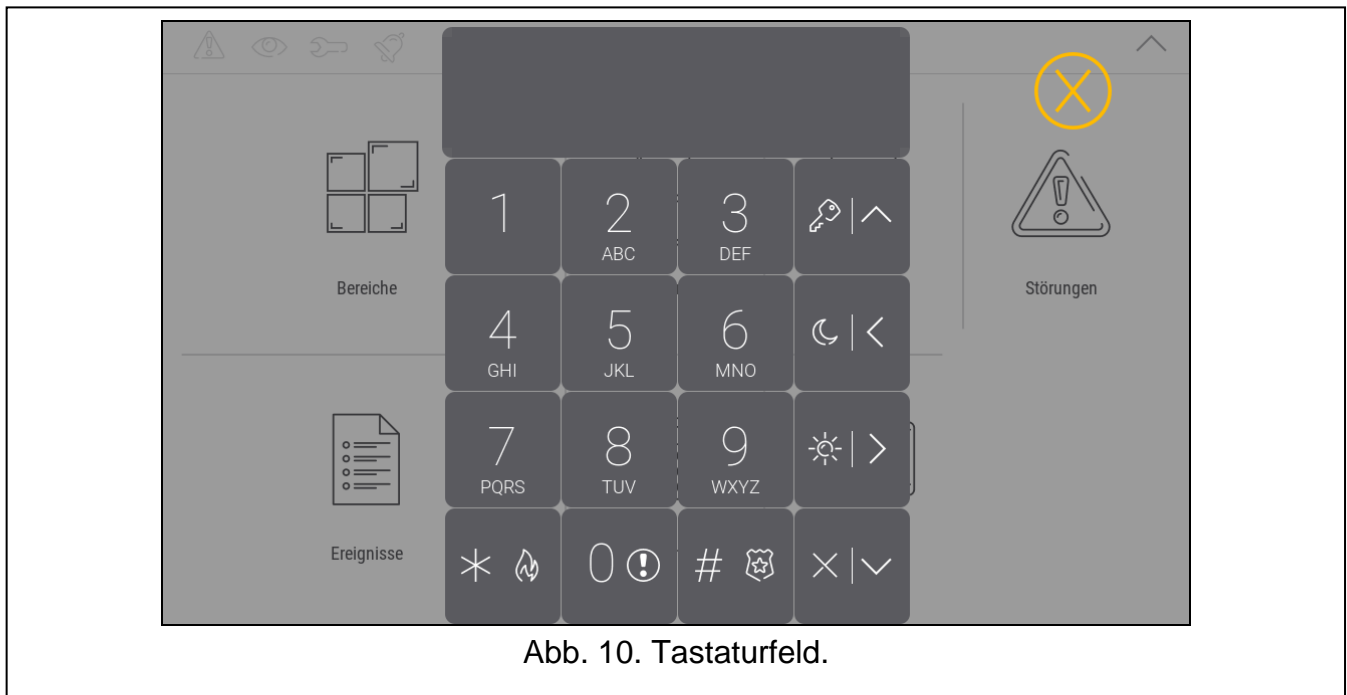

Abb. 10. Tastaturfeld.
4. Tippen Sie auf die Funktion „Tastaturfeld“. Es wird das Tastaturfeld angezeigt (Abb. 10).